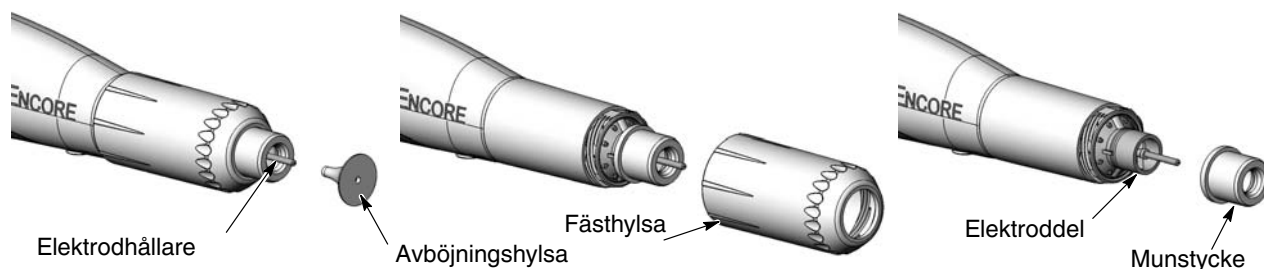

Bild 4-7 Byte av koniskt munstycke
2. Se bild 4-7. Drag försiktigt ut avböjningshylsan ur elektrodhållaren. Om man endast skall byta avböjningshylsa, sätt i den nya i elektrodhållaren, och var försiktig så att inte elektroden böjs.